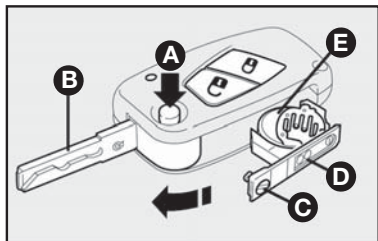

fig. 4
– apertar o botão **A**—**fig. 4** e colocar o encaixe metálico (**B**) na posição de abertura.